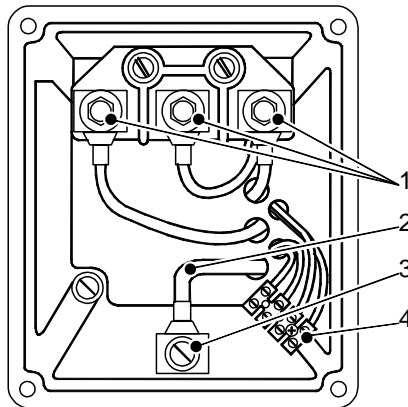

Fig. 25 Example of terminal box
- Ausführungsbeispiel für Klemmenkasten nach Bild 25.